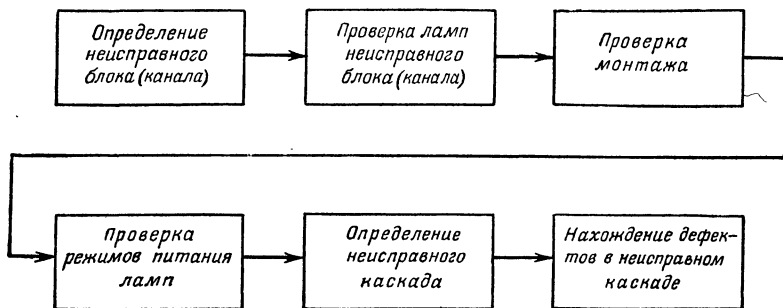

Рис. 21. Последовательность нахождения неисправности в телевизоре.
**Характеристика ремонтов и последовательность нахождения неисправности.** Для успешного и быстрого устранения неисправности следует придерживаться определенной системы ее нахождения (рис. 21). Многие простейшие неисправности не требуют для их нахождения применения контрольно-измерительной аппаратуры и могут устраняться телезрителями, не имеющими опыта в таких работах. К таким неисправностям относятся: дефекты ламп, перегорание предохранителей, плохие контакты в вилке шнура питания, гнезде антенного ввода и в ламповых панельках. Анализ отказов телевизоров показывает, что простейшие дефекты составляют 40—45% общего количества неисправностей.